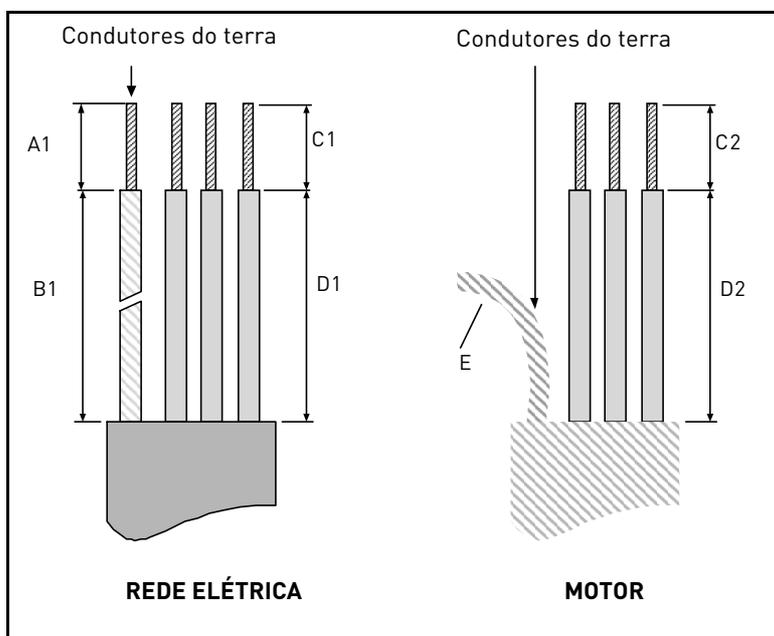
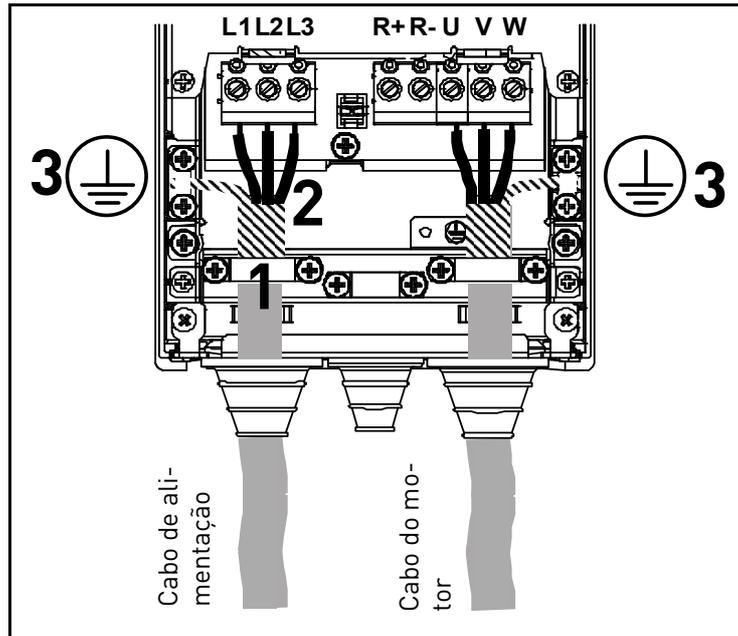

Figura 19. Retirada do isolamento dos cabos
Figura 26.
- Conecte os cabos com as pontas expostas (consulte Figura 19 e Tabela 19) como mostrado em Figura 26.
- Exponha a blindagem de todos os três cabos para fazer uma conexão de 360 graus com a braçadeira do cabo (1).
- Conecte os condutores (fase) dos cabos de alimentação, freio e motor a seus respectivos terminais (2).
- Abra o restante da blindagem de todos os três cabos em “leque” e faça a conexão do terra com uma braçadeira como mostrado em Figura 26 (3). Deixe o leque com o **comprimento suficiente** para alcançar e ser fixado ao terminal - não mais.